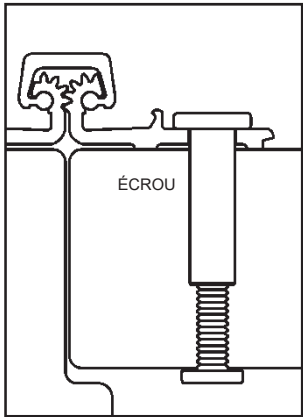

Fig. 6
- g. Les écrous des boulons traversants doivent être installés sur le côté sécurisé de la porte. Utilisez l'outil de perforation fourni pour marquer le centre des trous des boulons traversants. Pour s'assurer que le trou du boulon traversant est au centre du trou dans la feuille de charnière, pré-percez avec un foret de 1/4" (6,5 mm) à travers la porte et perpendiculairement à la surface de la porte. Élargissez le trou à un diamètre de 3/8" (9,5 mm) du côté de la porte où l'écrou cylindrique sera installé. Reportez-vous à la figure 6.